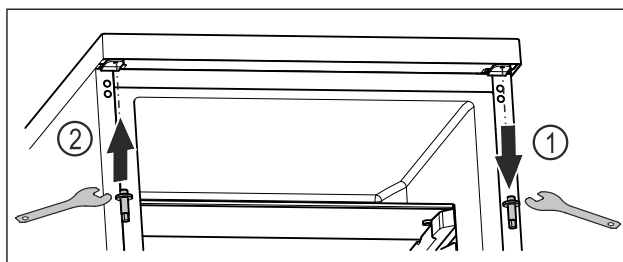

Fig. 23
- ▶ Skru den øverste bolt af med unbrakonøgle. Fig. 23 (1)
- ▶ Indsæt boltten fast på den modsatte side med unbrakonøgle. Fig. 23 (2)